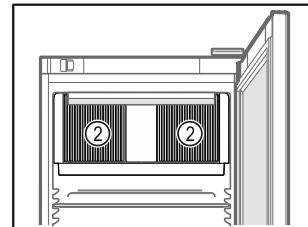

Fig. 48
- Διατηρείτε ελεύθερες τις σχισμές αερισμού Fig. 48 (2) του ανεμιστήρα στο εσωτερικό.